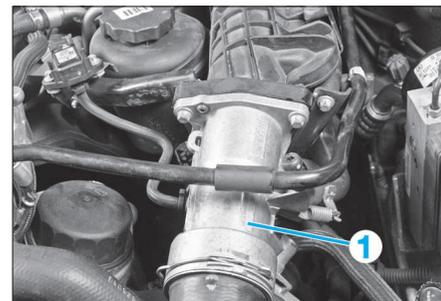

FIG. 9
- la valve de recyclage des gaz d'échappement (1) (Fig.9).